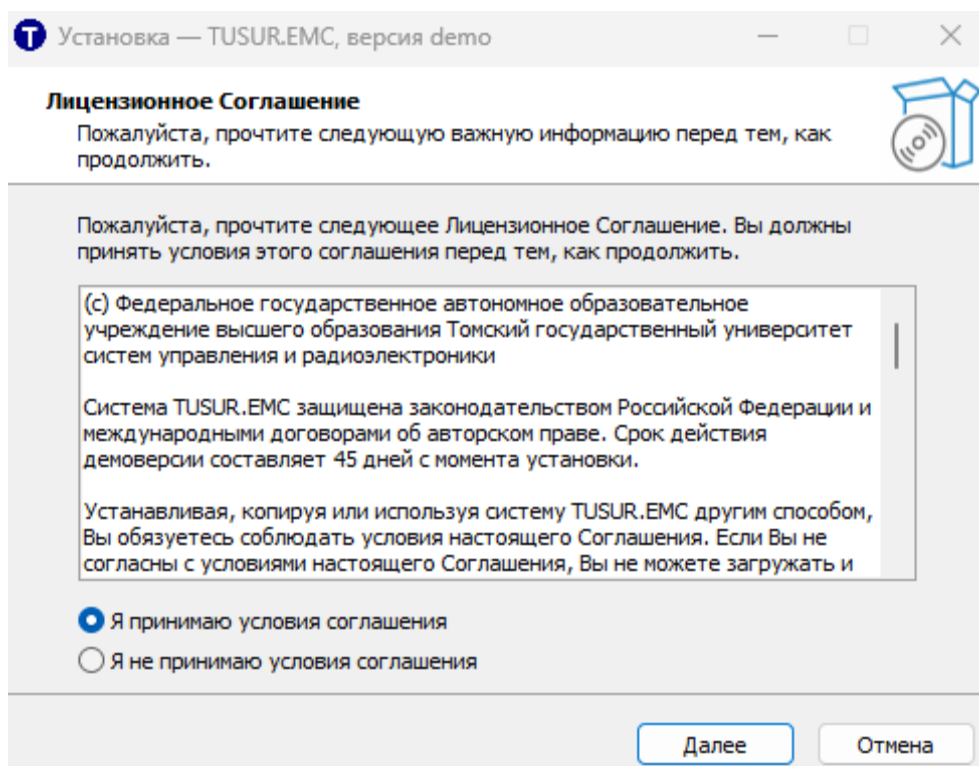

Рисунок 1.1 – Окно лицензионного соглашения системы «TUSUR.EMC» в мастере установки
1. В первом открывшемся окне необходимо ознакомиться с условиями лицензионного соглашения (рисунок 1.1) и выбрать «Я принимаю условия соглашения», а затем нажать кнопку «Далее».